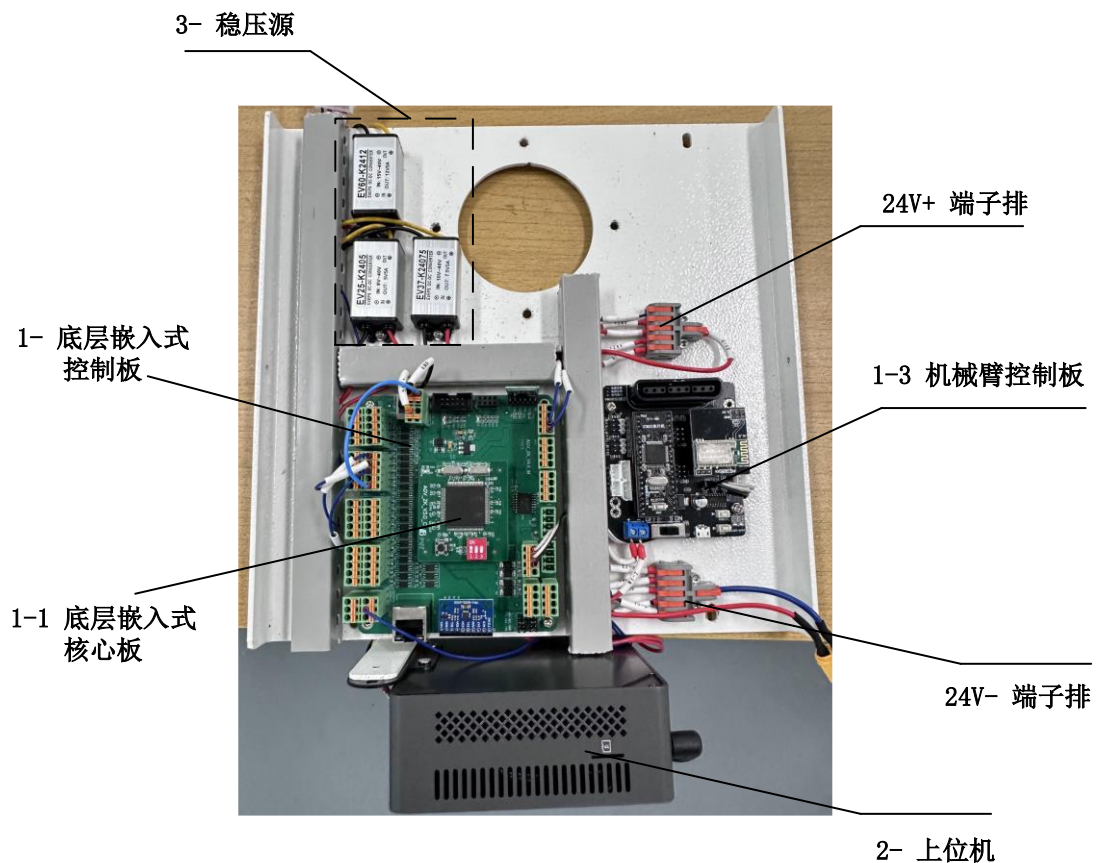

图 3 运动控制模块组成
底层运动控制程序按照前后台架构编写，前台程序流程图如图 3 所示。
(1)模块加装：小车通过蓝牙可以手机遥控，通过 MPU6050 采集 IMU 等数据。在控制板上安装 HC05 蓝牙模块与 MPU6050 模块，安装位置如图 3 所示。